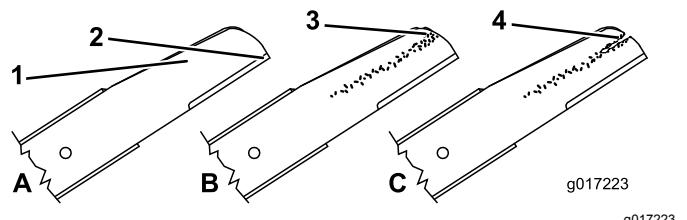

Figure 32
- Examinez le tranchant des lames (Figure 32). Si elles sont émoussées ou présentent des indentations, déposez les lames et affûtez-les ou remplacez-les.
- Inspectez les lames, et plus particulièrement l'ailette (Figure 32). Remplacez immédiatement toute lame endommagée, usée ou qui présente une entaille.